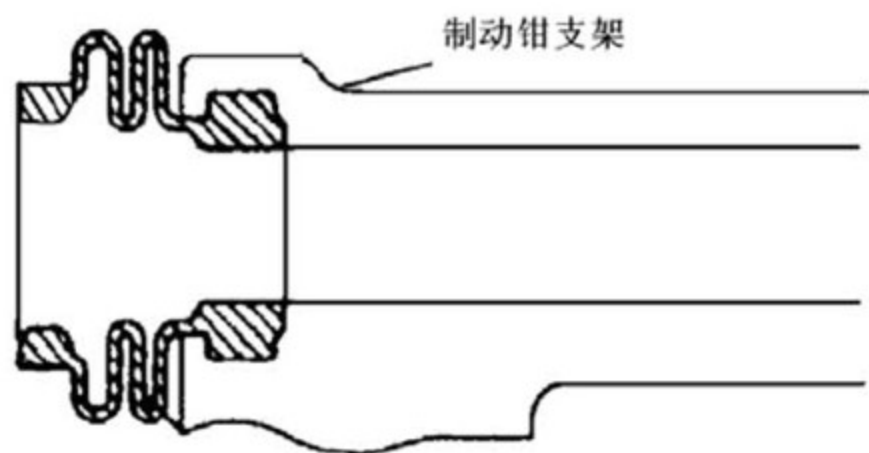

图 3—14
(1) 拆下 2 片带消音垫的制动片。
(2) 从每块片上拆下 1 号和 2 号消音垫片。
7) 拆卸前制动钳导向销防尘套。从前制动钳支架上拆下 2 个防尘套，如图3—14所示。
9) 拆下制动钳防尘套。用螺丝刀拆下固定环和防尘套，如图3—15所示。